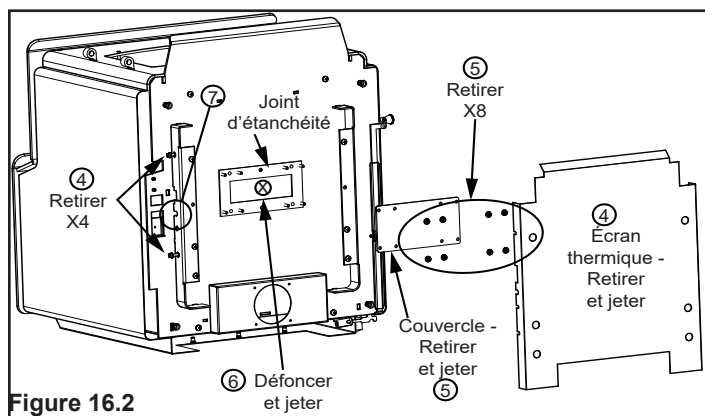

Figure 16.2
- Couchez l'appareil sur son dos, sur une surface rembourrée ou une palette (**Figure 16.2**).
- Retirez l'écran thermique en desserrant les quatre boulons à l'aide de la clé ouverte 3/8 (**Figure 16.2**).
- Retirez les 8 écrous maintenant le couvercle à l'aide de la clé à douille 7/16; jetez le couvercle (**Figure 16.2**).
- Retirez l'alvéole défonçable du bas de la boîte à feu à l'aide du marteau (**Figure 16.2**).
3. Couchez l'appareil sur son dos, sur une surface rembourrée ou une palette (Figure 16.2 à la page 16).
4. Retirez l'écran thermique en desserrant les quatre boulons à l'aide de la clé ouverte 3/8 (Figure 16.2 à la page 16).
5. Retirez les 8 écrous maintenant le couvercle à l'aide de la clé à douille 7/16; jetez le couvercle (Figure 16.2 à la page 16).
6. Retirez l'alvéole défonçable du bas de la boîte à feu à l'aide du marteau (**Figure 16.2 à la page 16**).